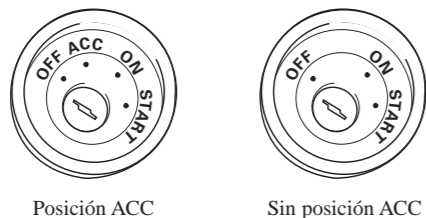

Fig. 1
- Si la fuente de este producto está encendida (ON), se emitirá una señal de control a través del cable azul/blanco. Conéctelo al terminal de control remoto del amplificador de potencia externo o al terminal de control de relé de la antenna del automóvil (máx. 300 mA 12 V CC). Si el automóvil tiene una antenna de fibra de vidrio, conéctela al terminal de la fuente de alimentación del amplificador de la antenna.
- Si esta unidad se instala en un vehículo que no tenga una posición ACC (accesorio) en el interruptor de encendido, el cable rojo de la unidad debe conectarse a un terminal que esté asociado con el interruptor de encendido (ON/OFF). Si no se hace así, la batería del vehículo podría descargarse si permanece varias horas fuera del vehículo. (Fig.1)